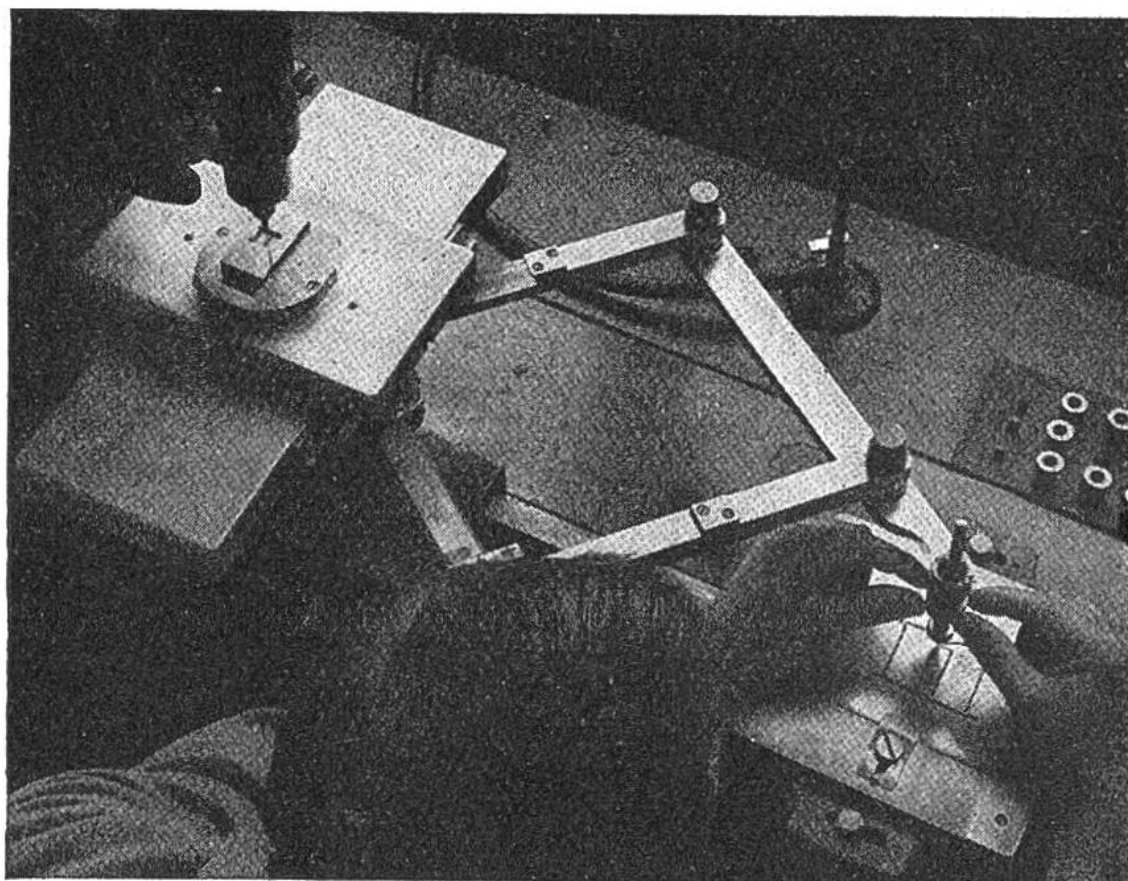

Abb. 3. Neuestes Verfahren: Das Bohren der Matrizen nach einer Messingschablone in der Bohrmaschine mittels des Übertragungssystems des Pantographen.
3. Die gebohrte Matrize mittels Pantographen und Bohrmaschine. Das direkte Bohren der Matrize gilt als das modernste Verfahren (Abb. 3). Als Vorlage wird eine Messingschablone benötigt, auf welcher das Schriftbild in grösserem Mastab eingeritzt ist. Mit einem Führungsstift fährt der Stempelschneider die Formengrenzen entlang. Alle Bewegungen werden durch Kupplung an einen Pantographen in entsprechender Verkleinerung auf den Matrizenbohrer übertragen,